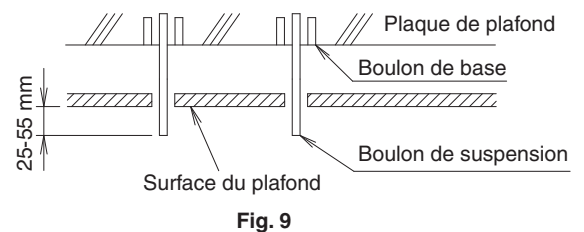

Fig. 9
- Réglez la longueur du boulon de suspension à partir du plafond en avance. **(Reportez-vous à la Fig. 9)**
- Les pièces illustrées dans la Fig. 9 seront toutes fournies sur place.